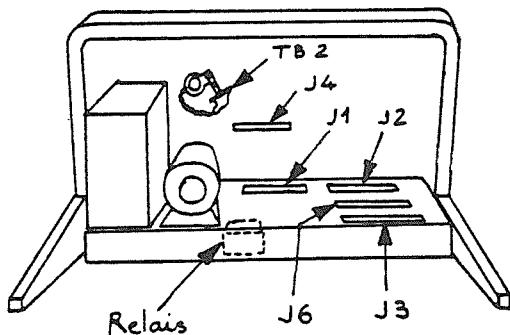

Figure 9
- aux pins 7 (5V) et 9 (OV) du connecteur J3 (fig 9)
- ① - Manque une tension ; Ampoule défectueuse ; Mauvais contact du bouton poussoir ou du connecteur de la carte logique J1, J2 (fig 9)
- ② - Mauvais contact du bouton poussoir ou du connecteur J1, J2 (Fig. 9)
Mauvais déparasitage du relais (fig.9)
- ③ - Mauvais contact du bouton poussoir, du connecteur J1, J2 (Fig.9) ou du relais (fig.9). TSVP
Raccorder le câble sur le connecteur J3 (fig 9) et, pour éviter que le câble ne tire sur le connecteur et provoque de mauvais contacts , fixer solidement le câble sur le chassis en tôle à l'aide d'un collier de serrage .